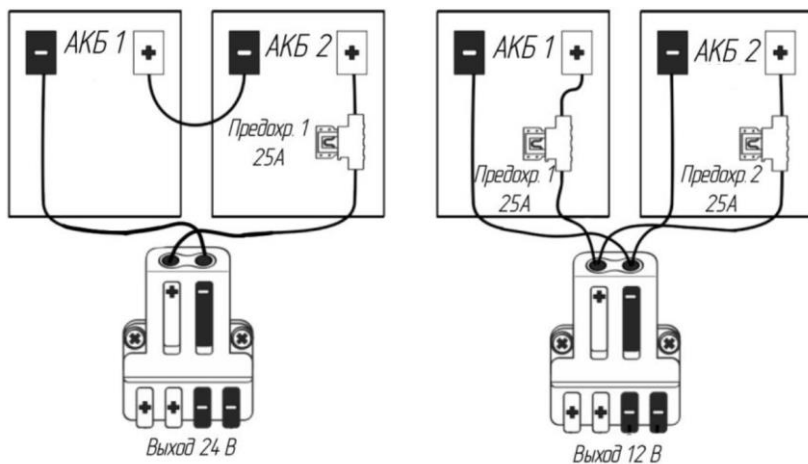

Рисунок 2 – Схема подключения БАР.
- Проверьте правильности подключения и полярность перемычек АКБ (согласно схемы на Рис.2);
- установите новые АКБ и подключите к их клеммам перемычки АКБ в соответствии со схемой соединений (см. Рис. 2), соблюдая полярность;